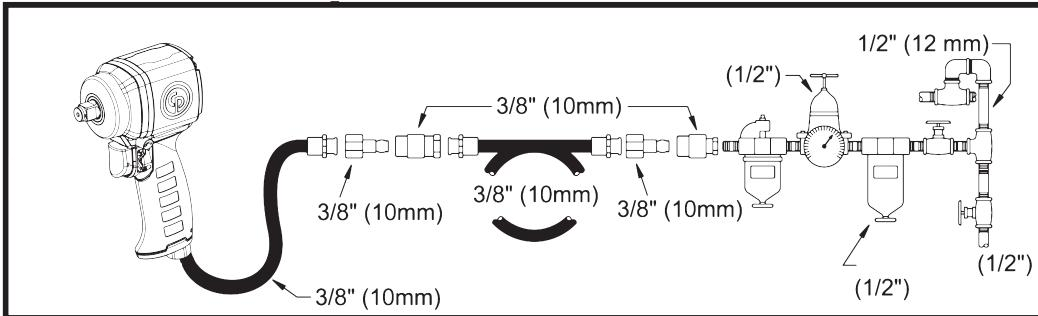

FIG. 01
- Connect device as shown in Fig. 01 to a clean and dry air supply.
- To start the machine, pull the trigger (A). Machine speed is increase by increasing pressure on the trigger. Release the trigger to stop.
- Schließen Sie das Gerät wie in Abb.01 an eine saubere und trockene Druckluftquelle an.
- Um die Maschine zu starten, muss der Auslöser (A) gezogen werden. Der Druck auf den Abzug bestimmt die Geschwindigkeit des Motors. Um die Maschine zu stoppen, den Auslöser wieder freigeben.